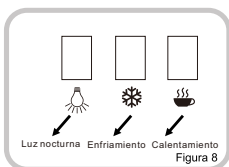
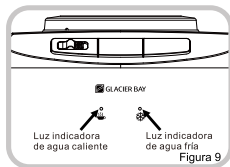

Figura 8
Figura 9
6. Encienda el interruptor de agua caliente (rojo) (Figura 8) para activar la función de calefacción. Se iluminará el indicador de agua caliente (rojo). (Figura 9)
7. Encienda el interruptor de agua fría (verde) (Figura 8) para activar la función de enfriamiento. Se iluminará el indicador de frío (azul). (Figura 9)
8. El dispensador tiene una función de luz nocturna, que se encuentra detrás de la salida de agua. Encienda el interruptor amarillo en la parte superior trasera de la unidad para activar la luz nocturna. (Figura 8)